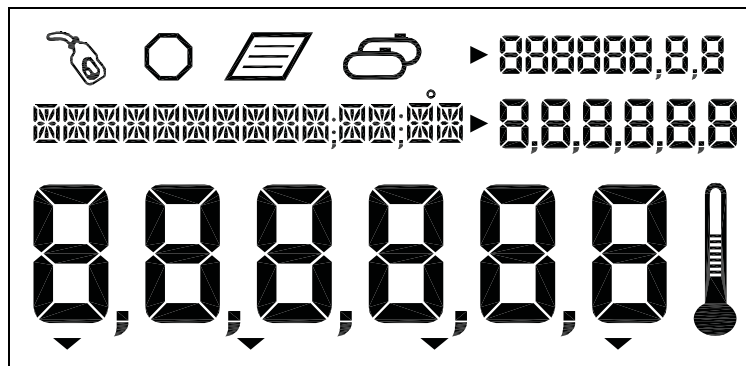

Figura 3. Tutti i segmenti attivati
- tutti i segmenti del display sono attivati (vedere Figura 3)